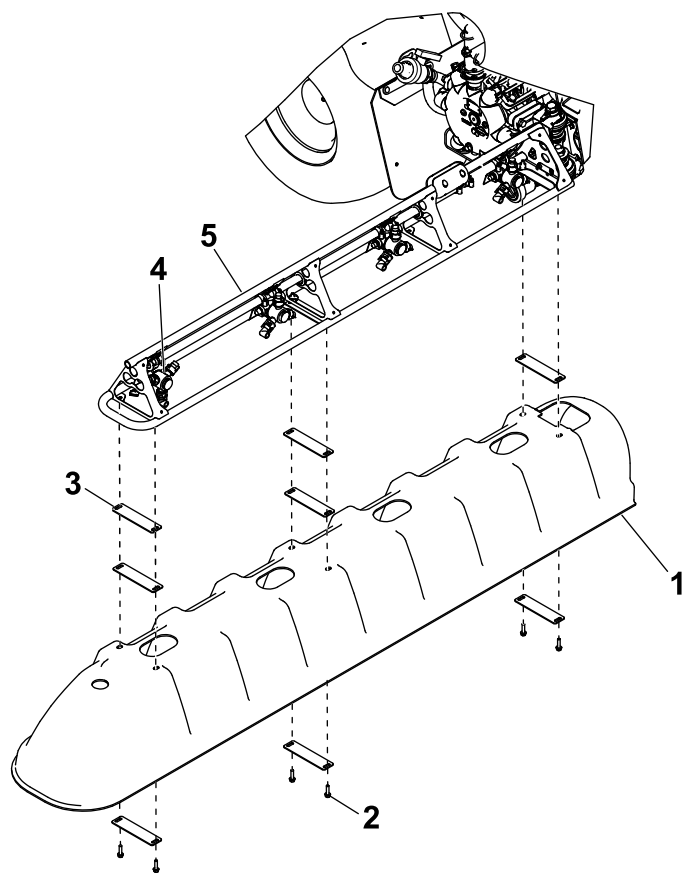

Figura 10
2. Instale una de las cubiertas en un brazo lateral (Figura 10) usando 8 chapas-arandela, 6 pernos de cabeza hexagonal (5/16" x 1 1/4") y 6 tuercas de chapa.
Nota: Instale chapas-arandela adicionales entre las cubiertas de los brazos exteriores y el perfil del travesaño de la sección del brazo exterior para añadir holgura entre las cubiertas, si es necesario. Consulte Figura 10.